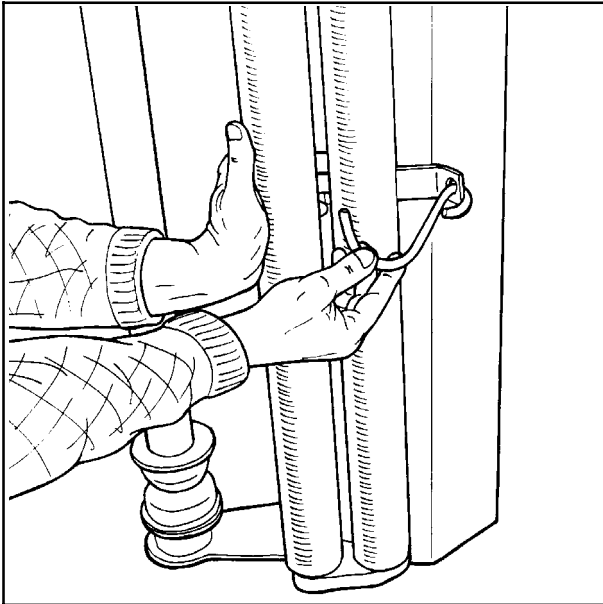

Fig. 6-1
- 6.1 Når plastrullen skal monteres, må forstrekker-rollene holdes til siden. Hold rullene ut til siden og sett på holdekroken. (Se fig. 6-1).